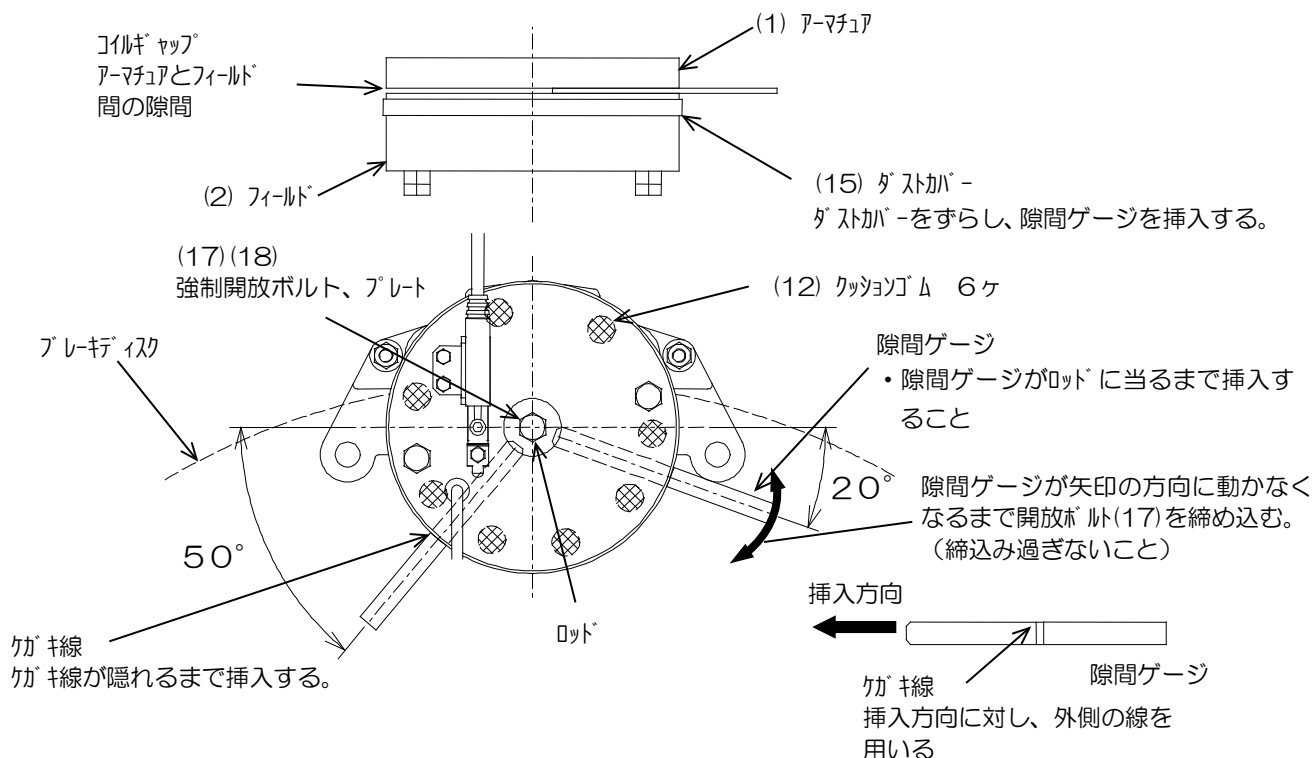

図6 隙間ゲージの挿入要領
②アーマチュア(1)とフィールド(2)の間に0.12tの隙間ゲージを挿入する。
- ・隙間ゲージ挿入要領 図6を参照のこと。(※2ヶ所から同時に挿入する。)
③強制開放ボルト(17)、プレート(18)を取付け、強制開放ボルト(17)を締め込む。
④ブレーキスイッチが動作していることを確認する。
- ・③を終えた状態で、スイッチが動作していることを確認する。
⑤強制開放ボルト(17)を緩める。
・隙間ゲージ挿入要領 図6を参照のこと。(※2ヶ所から同時に挿入する。)